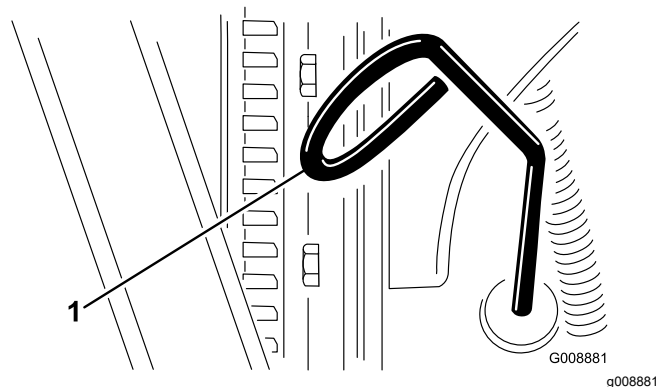

Figura 59
2. Retire la varilla (Figura 59) y límpiela con un paño limpio.